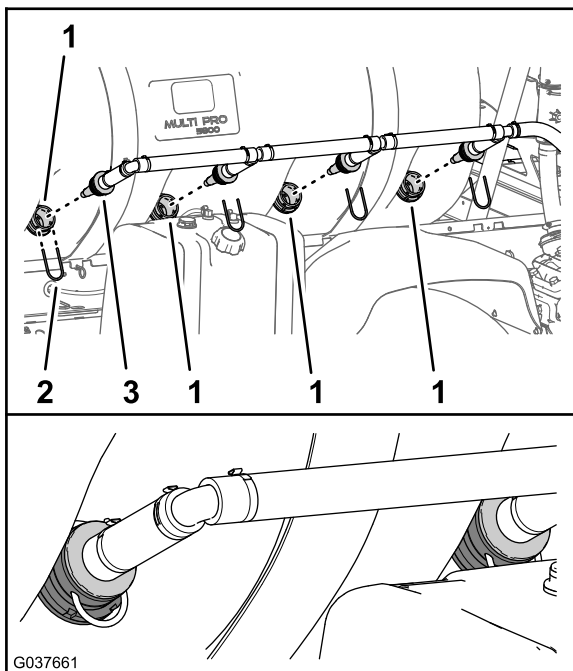

Рисунок 56
4. Вставьте 4 сопла перемешивания узла сопел перемешивания в переходные штуцеры бака опрыскивателя (Рисунок 56).